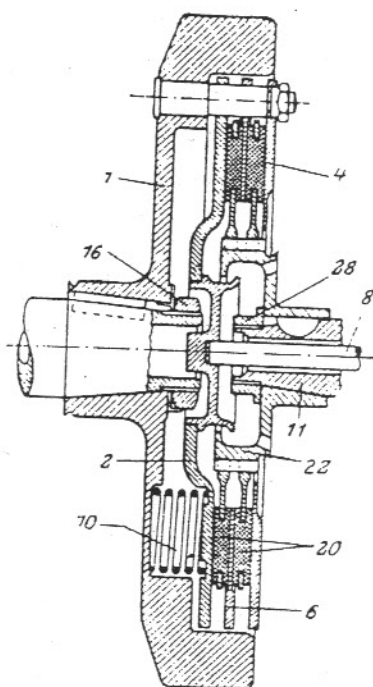

FIG. 3. COUPE DE L'EMBRAYAGE.
Du type à friction, deux disques, représentés en coupe sur la figure 3. La partie motrice de l'embrayage est constituée par le volant (1) monté sur le tourillon conique du vilebrequin, et calé au moyen d'une clavette et de l'écrou (16). Six ressorts d'embrayage (10) montés dans des évidements du volant (1) et de la cuvette d'embrayage (2), appliquent la dite cuvette contre les disques d'embrayage (20) munis d'une garniture « Ferrodo ». Ces disques sont séparés par un plateau intermédiaire (6) également moteur.